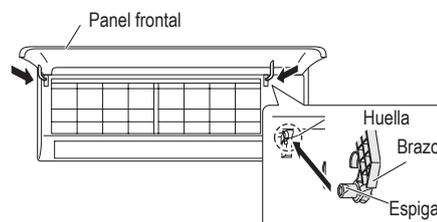

Fig. 5-17
- (1) A la vez que se alinea el borde superior de la rejilla con el marco, mover la rejilla horizontalmente e insertarla en el marco por arriba y por abajo.
- (2) Apretar la rejilla firmemente con la mano para asegurar que no queda rendija entre marco y rejilla.
- (3) Apretar los 6 tornillos Fijar las tapas extraídas en su lugar.
- (4) Asir las secciones cercanas a los brazos del panel frontal en ambos lados y sostener el panel frontal hasta que quede en posición prácticamente horizontal. Empujar los ejes de los brazos hacia afuera, de manera que entren en contacto con la parte superior de las huellas a derecha e izquierda del acondicionador de aire. A continuación, empujar firmemente hasta que los ejes de los brazos se introduzcan en sus alojamientos, en cuyo momento harán clic.. (Fig. 5-17)
- (5) Volver a montar el álabe inferior.